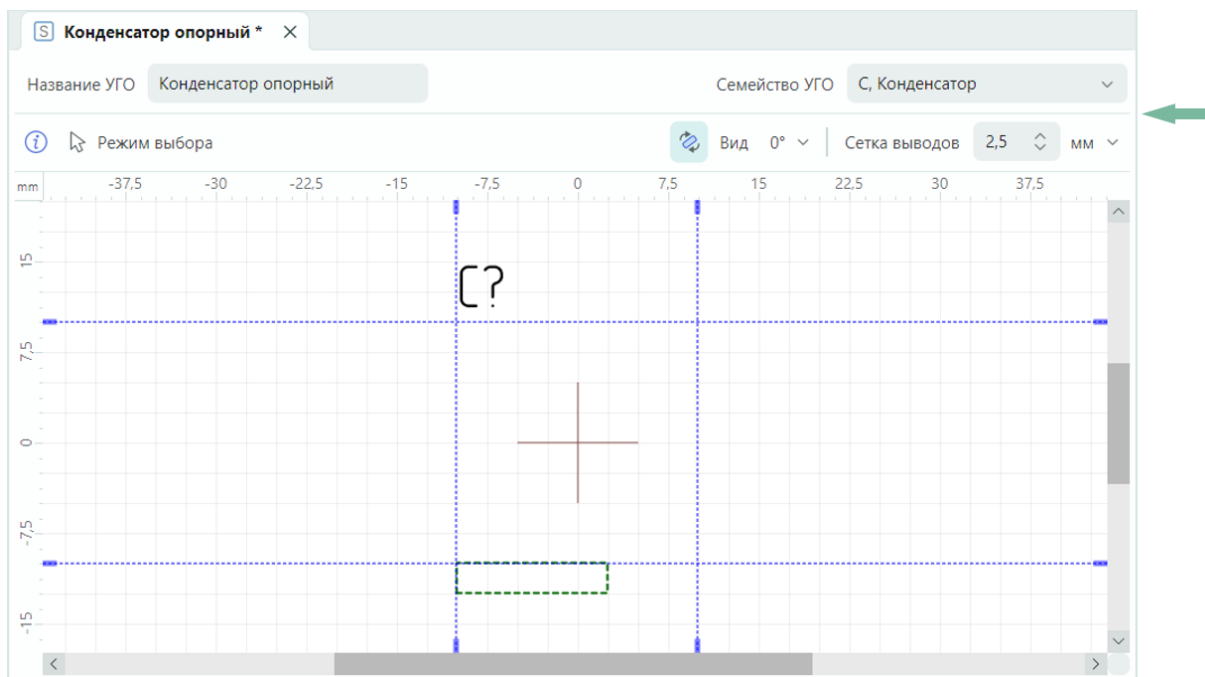

Рис. 50 Параметры сетки выводов и семейства УГО
4. Проконтролировать параметры (модульной) сетки выводов и семейства (УГО) в полях «Сетка выводов» и «Семейство УГО», см. Рис. 50.